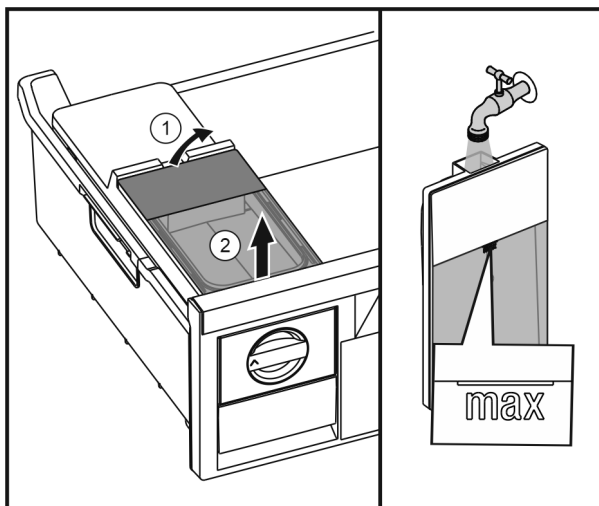

Fig. 34
- Zvedněte vzadu nádržku na vodu Fig. 34 (1) a poté ji vyjměte směrem nahoru Fig. 34 (2).